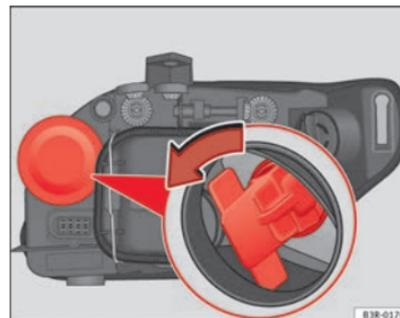

Fig. 203 Lâmpada das luzes indicadoras de mudança de direcção
- Extraia o porta-lâmpadas agarrando-o pela pega e rodando no sentido anti-horário ⇒ Fig. 203.